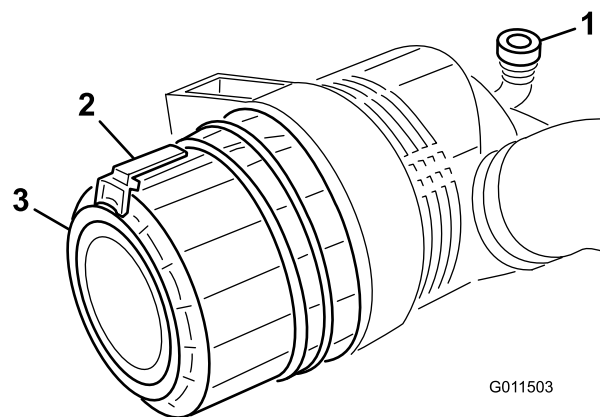

Figura 85
2. Tirate il fermo verso l'esterno e ruotate il coperchio del filtro in senso antiorario (Figura 85).